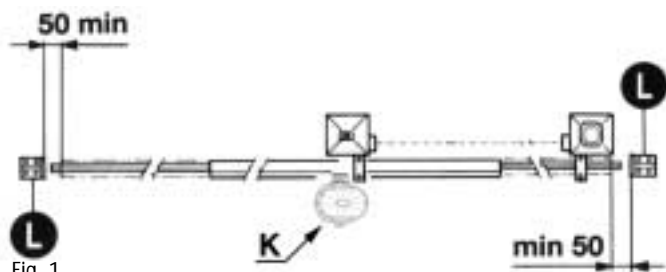
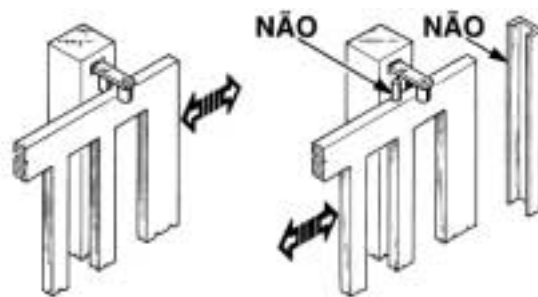

Fig. 1
Fig. 2
La guía debe tener un tope mecánico en cada extremo (P, Fig. 1). Las columnas deben tener guías montadas en la parte superior para evitar el descarrilamiento (Fig. 2).
**N.B. Eliminar los topes mecánicos del tipo indicado en la Fig. 2.**